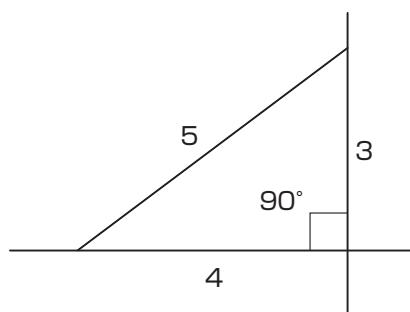

図1-2 直角出し寸法
- ① 「5 基本寸法」を参照して本体の取付位置およびフロアの高さを決めてください。
- ② 前面・両側面に丁張を組んでください。
- ③ 車体に柱寸法の印をつけ、図1-2の方法で直角をだし、両側の柱位置を決めてください。
- 各コーナーの直角を定規、図1-2の方法等で割り出してください。